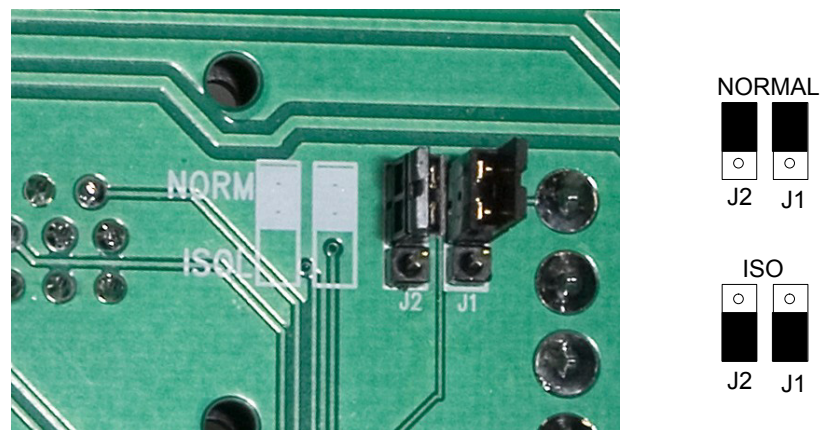

Abb. 3-5 Einstellungen der Brückenstecker für Sicherheitsverriegelung Maschinenstopp – Abbildung mit Einstellung auf NORMAL
Siehe Abbildung 3-5. Für Zugang zu den Brückensteckern der Sicherheitsverriegelung Maschinenstopp die Abdeckung der Stromversorgungseinheit abnehmen. Die Brückenstecker befinden sich an der Rückseite der Platine für I/O-Stecker.
- Beide Brückenstecker so setzen wie in Abb. 3-5 gezeigt.